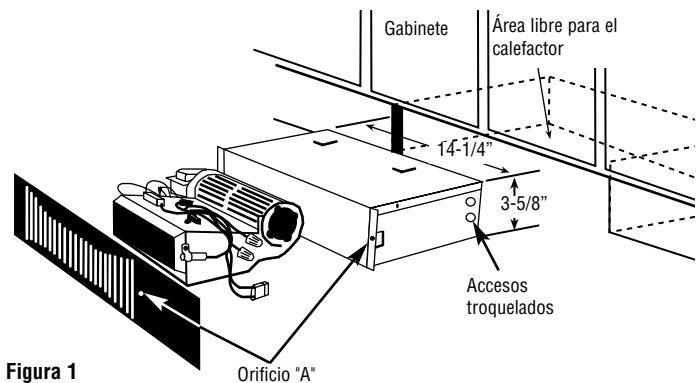

Figura 1
3. La alimentación eléctrica debe entrar a la caja posterior a través de los accesos troquelados en el costado IZQUIERDO de la caja. No utilice los accesos troquelados del costado derecho de la caja (vea la figura 1). Para orientar correctamente la caja posterior, vea la marca ubicada en su PARTE SUPERIOR.
1. Corte un hueco de 14-1/4" x 3-5/8" (361,9 mm x 92,1 mm) en el lugar deseado como se muestra en la figura 1. Mantenga libre de obstrucciones el área por encima del calefactor.
3. Escoja y retire el acceso troquelado de la caja que será utilizado para el cableado (vea la figura 1). Instale el prensacables (provisto por el instalador).